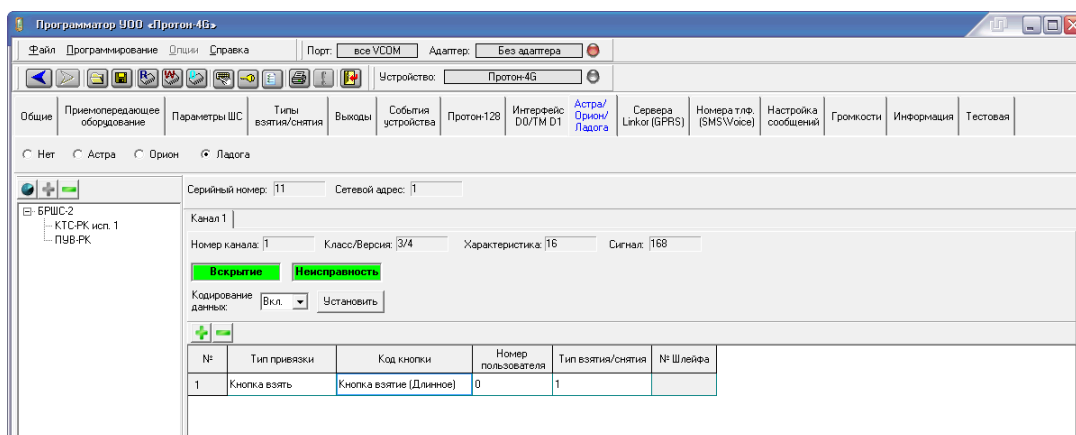

Рисунок 3.56
1) Зарегистрировать брелок в БРШС (рис. 3.56).